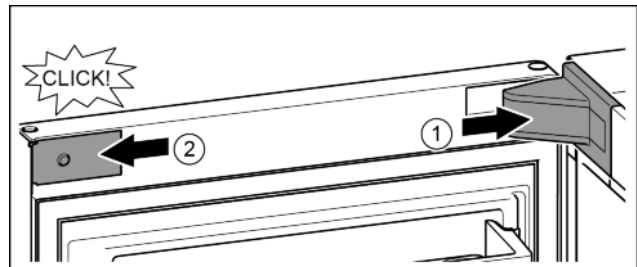

Fig. 20
- ▶ Nasadte a zaklapněte kryt stojanu ložiska, příp. opatrně přitlačte od sebe. Fig. 20 (1)
- ▶ Z boku nasadte zásepku a zaklapněte. Fig. 20 (2)